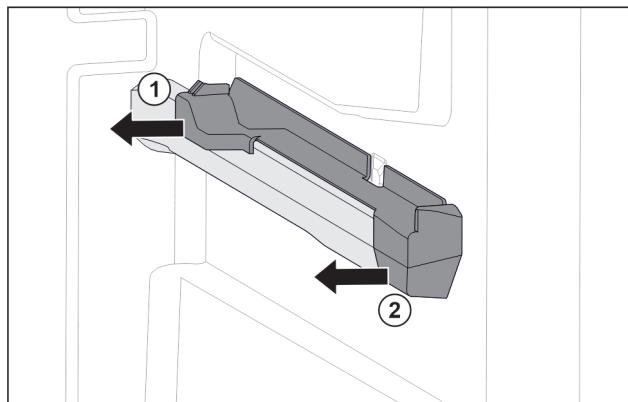

Fig. 74 Aufsteckteil auf der rechten Behälterrippe
- Aufsteckteil hinten zur Seite abziehen. Fig. 74 (1)
- Aufsteckteil vorne zur Seite abziehen. Fig. 74 (2)